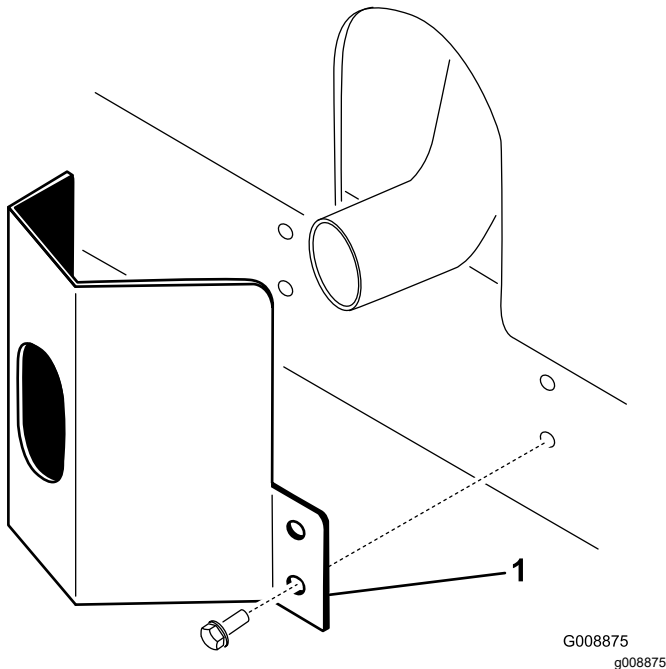

Figura 36
1. Poziționezi protecția pentru evacuare în jurul tobei de eapament în timp ce aliniezi orificiile de montare cu orificiile din cadru (**Figura 36**).
2. Fixezi protecția pentru evacuare pe cadru cu 4 uruburi cu autofiletare (**Figura 36**).